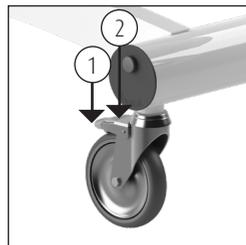

Figura 1 Blocco delle ruote.
- Il freno può essere azionato sul modello Marina basic spingendo verso il basso il bordo blu (1) sulla ruota (vedere figura 1).